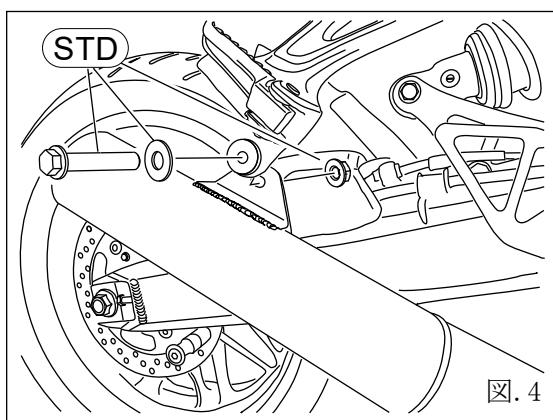

図.4
- ① フロントパイプ#1～4(部品表①～④)を、エキゾーストフランジナット(STD)を使用して仮止めします。
② テールパイプを、フロントパイプに差し込みます。
③ 同時に後端部のサイレンサーステーを、タンデムステップの内側（タイヤ側の面）に配置して純正部品（STD）のボルト、ワッシャー、ナットを使用し、車体へ仮組みします。（図.4）